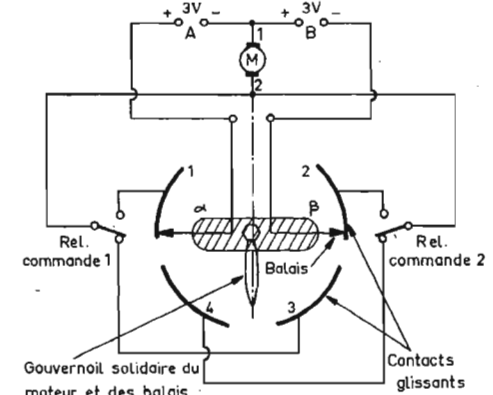
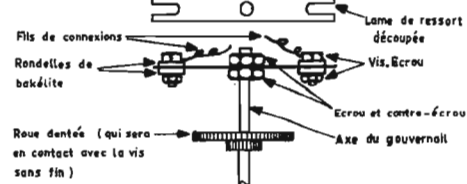

Fig. 3
Fig. 5
B. Principe de fonctionnement (cf. Fig. 3) :
Fig. 3 bis.
1° Le disque sur lequel se trouvent les contacts glissants est réalisé avec du copper-clad (plaquette de circuit imprimé). Fig. 3 B ; nous verrons par la suite la réalisation d'un tel circuit imprimé. L'axe du gouvernail est une corde à piano de 3 mm de diamètre, et est constitué de deux parties ; la partie supérieure est filetée à une extrémité sur une longueur de 8 à 10 mm ; la lame qui vient se fixer sur la partie filetée de l'axe du gouvernail est réalisée comme l'indique la figure 5 ; elle doit posséder une certaine élasticité : nous avons découpé la nôtre dans le ressort d'un vieux réveil ; deux contre-écrous la maintiennent solidaire de l'axe du gouvernail ; les contacts rotatifs (les balais) sont deux boulons fixés à la lame par serrage (rondelles bakélite) ; une cosse à souder petit modèle es